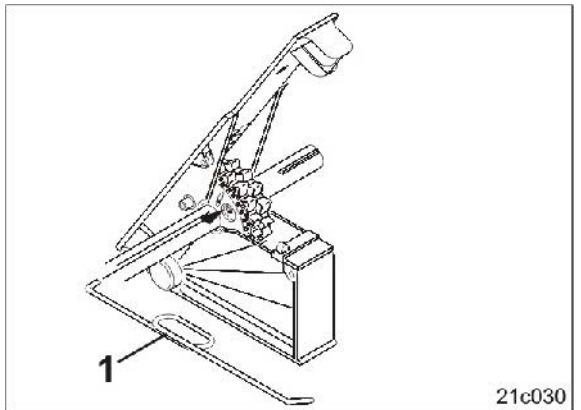

図 108
1. 同梱のレンチ (図 108/1) で、ボアの後ろでストッパーに当たるまで、ピンを標準シードホイールに押し込みます。